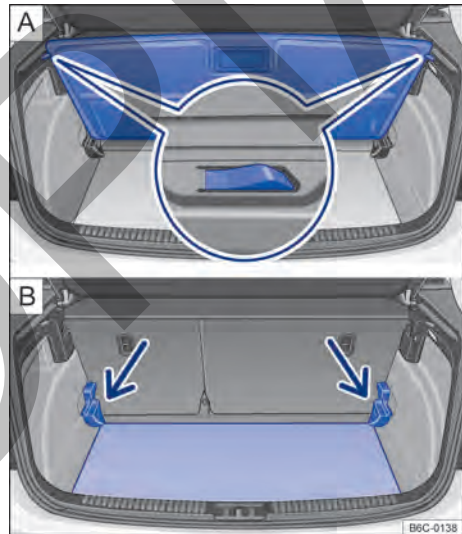

Fig. 112 En el maletero: regular la altura del piso del maletero.
- Levantar el piso del maletero y empujar hacia atrás tirando de las guías en los costados del maletero → fig. 112 A.
- Levantar el piso del maletero y empujar hacia abajo, hacia la guía → fig. 112 B (flechas).